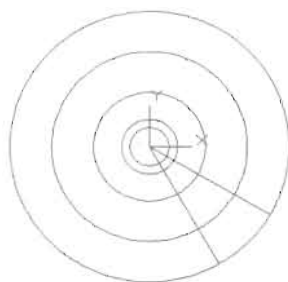

图 13-132
(1) 选中阵列后的直线, 它现在是一个整体, 要对它进行编辑, 需要单击“分解”按钮  将其炸开为独立的线段, 保留图 13-132 所示的直线 A 和直线 B, 删除其他的辅助直线。